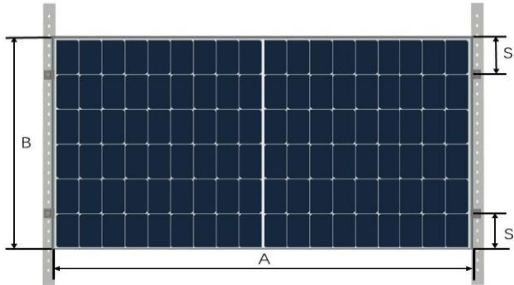

图8 短边压块安装
- 参照图8安装孔压块安装示意，在边框B面内侧安装孔（直径 5mm）中插入 4 个铝合金压块卡座，在压块卡座安装孔（8.1*14mm）插入 4 个不锈钢螺栓（M8）。